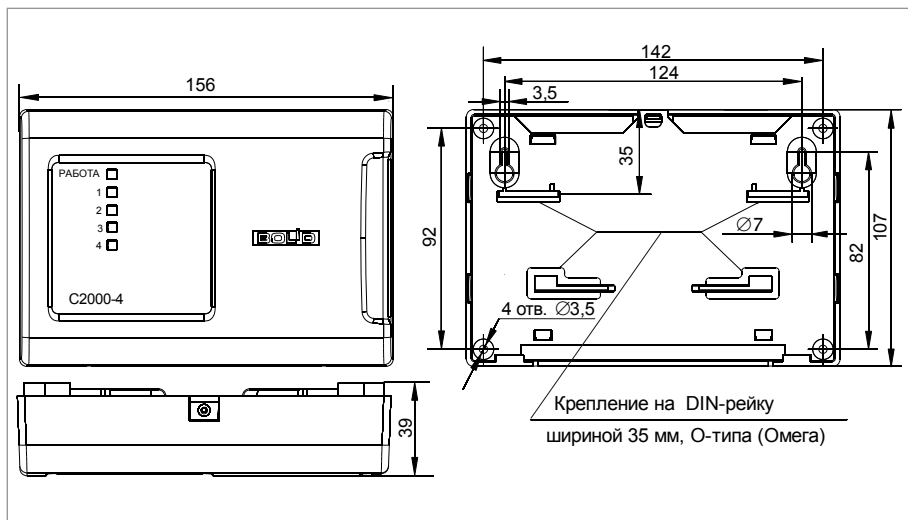

Рисунок 20. Внешний вид и габаритные размеры прибора
- 1.1. Вариант 1 (Навешивание прибора на два шурупа и фиксация третьим шурупом). Наметьте на стене места для трех установочных отверстий (двух верхних, имеющих форму пазов для навешивания, и одного из нижних на выбор) в соответствии с габаритным чертежом (см. рис. 20).